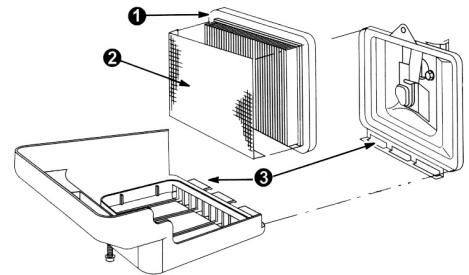

Bild 13 B & S Motor
- Bauen sie den Luftfilter aus (3, Bild 13). Blasen sie den Filtereinsatz (1) mit Druckluft von Innen nach Außen aus. Tauschen sie den Filter aus, wenn er zu schmutzig ist.
- Reinigen sie den Schaumstoff (2) mit Wasser und Seife. Trocknen sie den Schaumstoff und ölen sie ihn ein wenig mit Motoröl, dann bauen sie den Filter wieder zusammen.